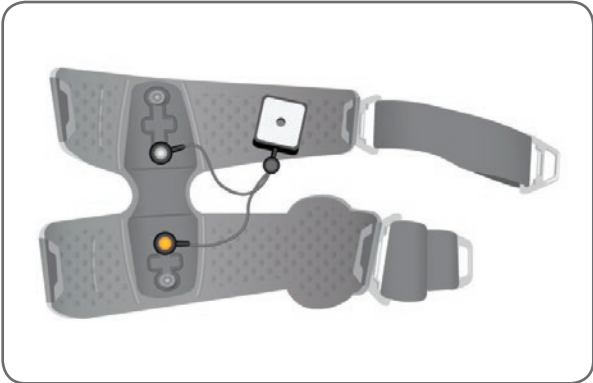

Ilustración 13-2: Dispositivo de prueba conectado a la banda del muslo
1. Conecte el dispositivo de prueba al enganche distal del panel proximal y al enganche proximal del panel distal de la banda de EF del muslo. Consulte la ilustración 13-2.